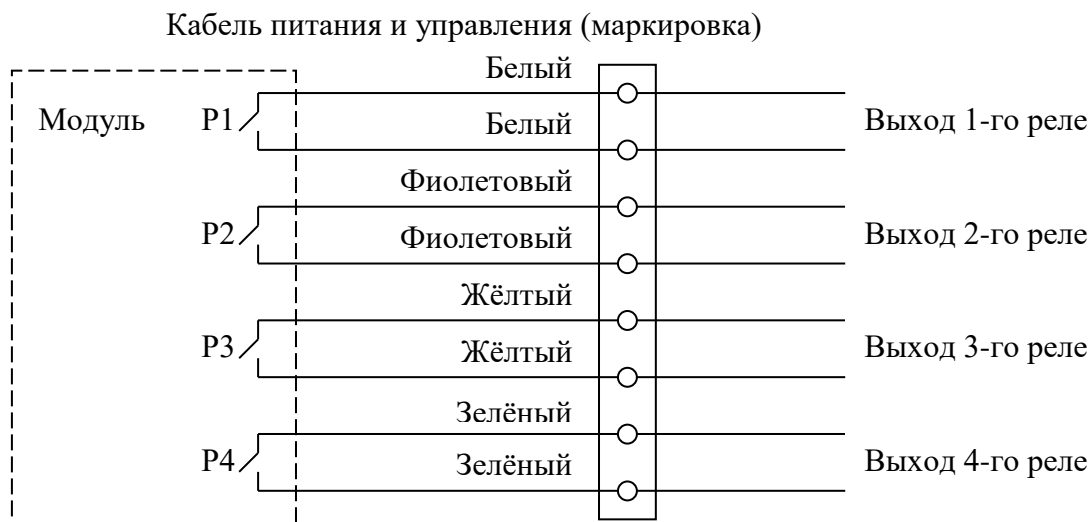

Рис. 8.6. Подключение выходных реле.
8.5.1. Все выходные реле модуля являются отдельными, неполярными и гальванически развязанными. При использовании реле для коммутации нагрузок необходимо учитывать, что реле являются электронными и перегрузка по протекающему току или приложенному напряжению могут привести к выходу их из строя. Подключение выходных реле к коммутационной колодке показано на рис. 8.6.